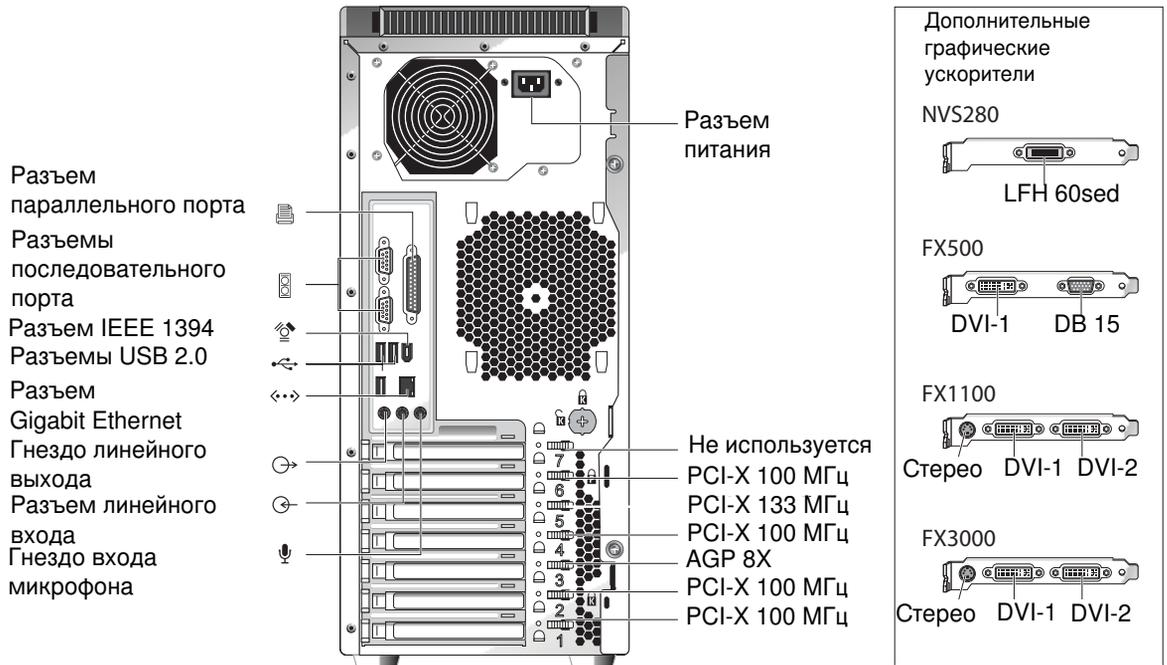

РИСУНОК 1-2 Задняя панель
РИСУНОК 1-2 показывает заднюю панель рабочих станций Sun Java W1100z и W2100z.
- Если питание рабочей станции не отключается посредством команды операционной системы или данная команда не доступна, нажмите и отпустите кнопку питания (РИСУНОК 1-2).